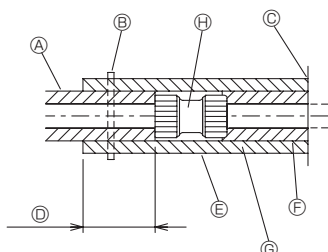

Fig. 4-11
2. Isolez le raccord et la section exposée des tuyaux après raccordement. (Fig. 4-11)